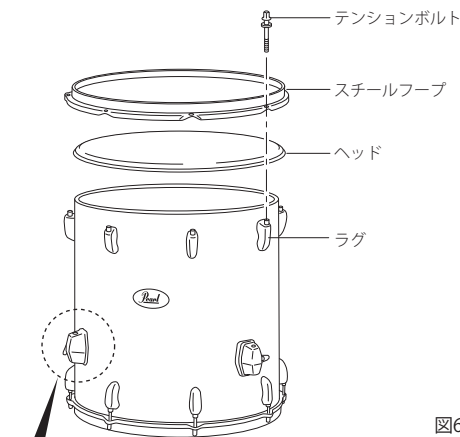

図6
1. 打面側を上にしてシェルを床に置き、ヘッドをかぶせ、スチールフープをのせます (図 6)。
2. スチールフープにテンションボルトを通し、ラグにネジ込みます (図 6)。